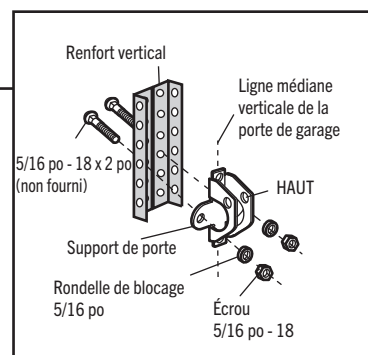

Figure 2B
- Dans l'alternative, utilisez deux boulons de 5/16 po - 18 x 2 po, des rondelles d'arrêt et des écrous (non fournis). (Figure 2B)